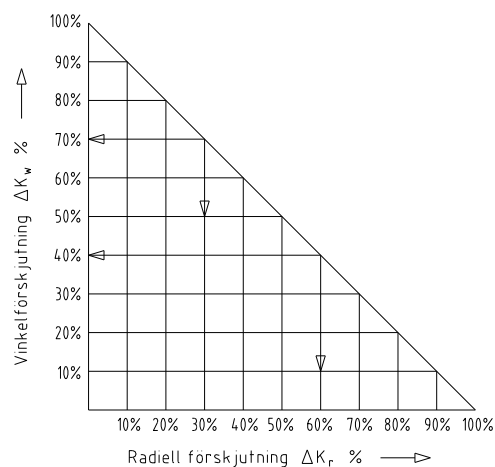

Bild 24: Förskjutningskombinationer
- I tabell 11 angivna förskjutningsvärden är maximalvärden, som inte får uppträda samtidigt. Om radiell eller vinkel avvikelser uppstår får de inte överskrida ΔK_r eller ΔK_w (se bild 24).
Exempel för de i bild 24 angivna